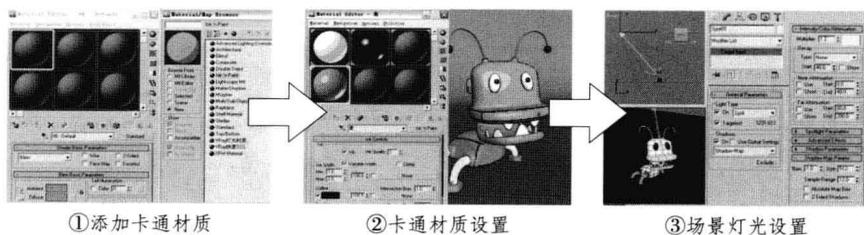

图4-8 场景渲染设置流程图
《卡通机械狗》机械模型第六流程（步骤）是场景渲染设置，制作又分为 3 个流程：①添加卡通材质、②卡通材质设置、③场景灯光设置，见图 4-8。